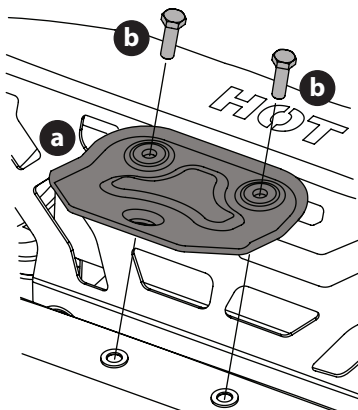

Fig. 2
1. Trouvez la plaque d'attelage (a) et installez-la à l'arrière du châssis avec les deux boulons (b) fournis (Fig. 2).